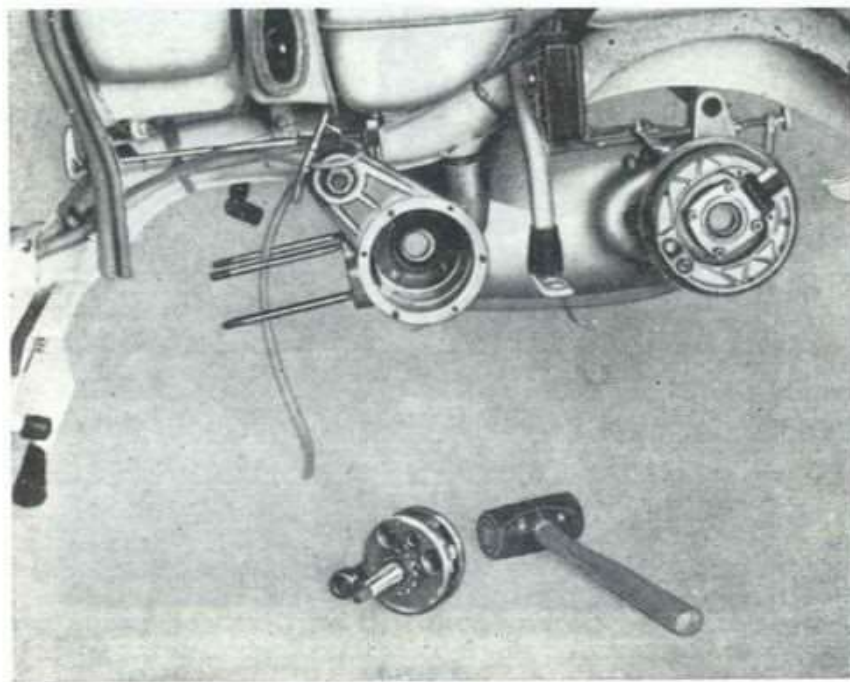

Fig. 20
- 34 Smontare l'albero motore: batterlo con un punzone di rame o d'alluminio dal lato cambio per sfilarlo dal cuscinetto. Vedi fig. 20.